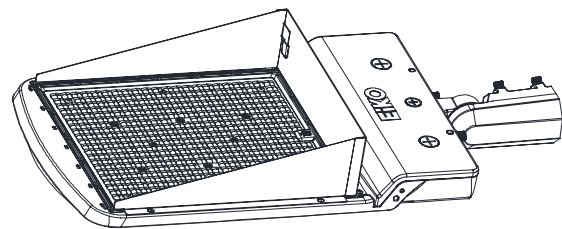

Figure 4
- 3** Installer la vis pour fixer l'écran et terminer l'installation. (Figure 4)